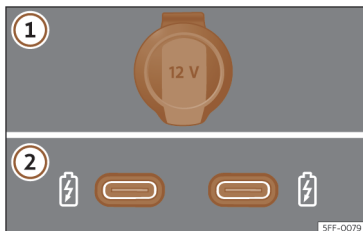

Fig. 173 Tomadas de corrente de 12 Volts do veículo
>>> Fig. 173
Em função do equipamento e do país, o veículo pode dispor também de conectores USB com função **exclusivamente de carga ou tomada de corrente** >>> **Fig. 173 ②**.